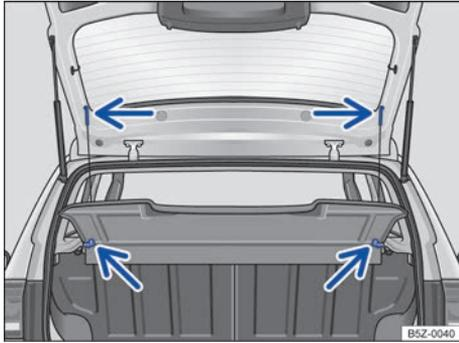

Fig. 76 En el maletero: desmontaje y montaje de la bandeja trasera.
- Desprenda los cordones de retención del soporte de la tapa del maletero → fig. 76 (flechas superiores).
- Retire la bandeja trasera hacia atrás y hacia afuera de los soportes laterales → fig. 76 (flechas inferiores).
- Empuje la bandeja trasera hacia adelante, introduciéndola en los soportes laterales → fig. 76 (flechas inferiores).
- Encaje los cordones de retención en la tapa del maletero → fig. 76 (flechas superiores).